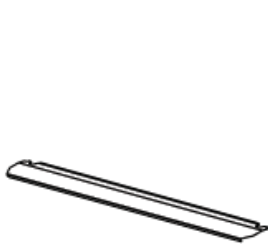

Fig. 8
1. En grillskyddspanel är utformad för att skydda kontrollpanelen och knapparna när ugnen är i grill-läge (**fig. 8**).